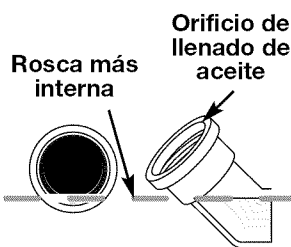

Fig. 17
5. La mirada en el petróleo llena hoyo, utiliza una linterna si necesitado. El petróleo debe estar tocando apenas las interiores la mayoría de los hilos (Fig. 17).
6. Si el nivel de aceite no está tocando la rosca más interior del agujero de llenar aceite, añada una pequeña cantidad al agujero de llenar aceite y vuelva a comprobar (Fig. 17). Repita este procedimiento hasta que el nivel de aceite alcance la rosca más interna del agujero de llenar aceite.
aproximadamente en la parte superior de la etiqueta de la botella (Fig. 20). Mida el nivel con la varilla de medición. Si el nivel está bajo, agregue una pequeña cantidad de aceite y vuelva a medir (Fig. 17). No lo llene demasiado.